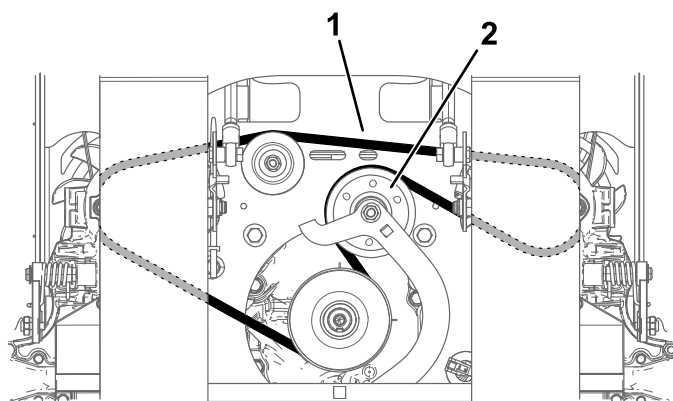

Figure 59
7. Déposez la courroie (Figure 59).
9. Posez la courroie neuve et acheminez-la autour des poulies, comme montré à la Figure 59.